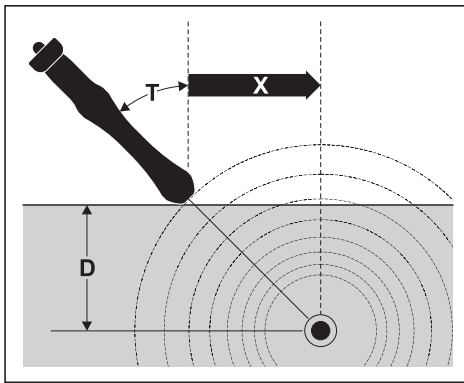

Abb. 21: Bestimmung der Versatztiefe mittels Triangulation
- b) Neigen Sie den Empfänger in einem Winkel α zwischen 10° und 60° (Abb. 21).